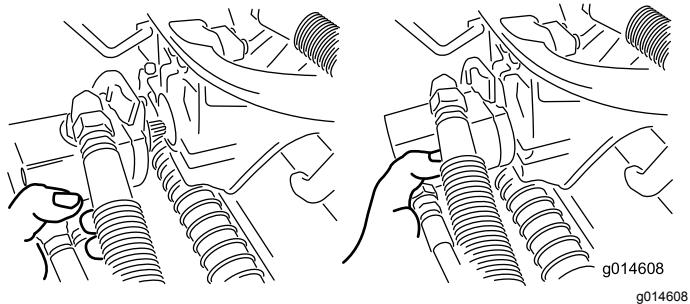

Figura 48
3. Spostate il motore in posizione di stoccaggio davanti al braccio di sospensione (Figura 48).